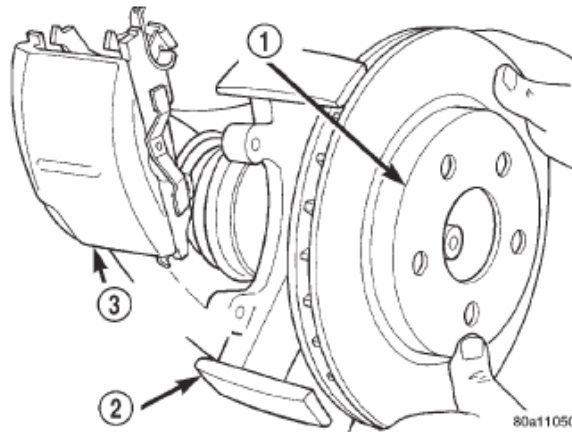

Fig. 5 Desmontaje del calibrador del freno de disco y del rotor
(6) Retire el conjunto de calibrador de frenos de disco de la articulación de la dirección. El calibrador se retira levantándolo primero por su parte inferior, a fin de separarlo de la articulación de la dirección y luego retirando la parte superior del calibrador desde abajo de la articulación de dirección (Fig. 5).
(8) Retire el disco de freno de la maza delantera (Fig. 5).